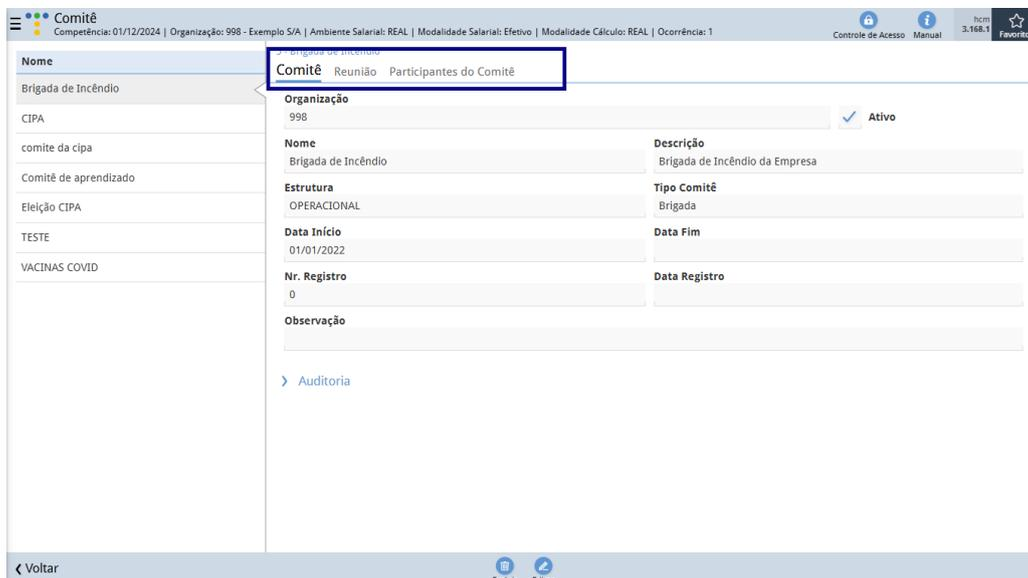

Figura 97: Janela de Detalhamento
6. Ao selecionar o comitê cadastrado, será exibida uma janela de detalhamento (Figura 97) contendo as informações previamente registradas. Essa janela inclui as abas **Reunião** e **Participantes do Comitê** destinadas ao registro de informações adicionais do comitê registrado.